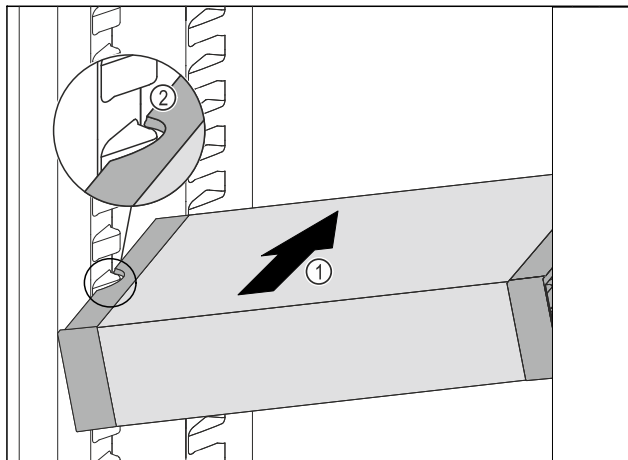

Fig. 95
- ▶ Вдвигайте VarioSafe под наклоном в холодильное отделение Fig. 95 (1), пока боковые выемки Fig. 95 (2) VarioSafe не окажутся на высоте выступа резервуара в холодильном отделении.